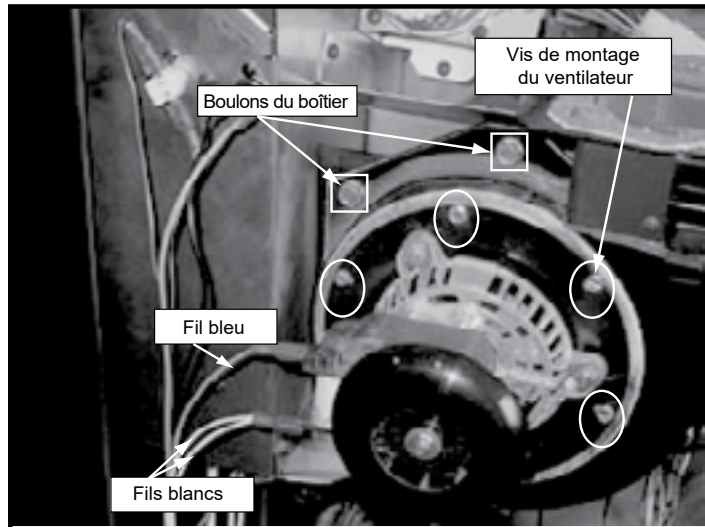

Figure 26.1
b. Enlevez le ventilateur existant (Figure 26.1) :
- À l'aide d'une clé ou tournevis à douille de 8 mm (11/32 po) pour desserrer et retirer les (6) écrous reliant la plaque de montage du moteur au boîtier du ventilateur sur votre appareil.